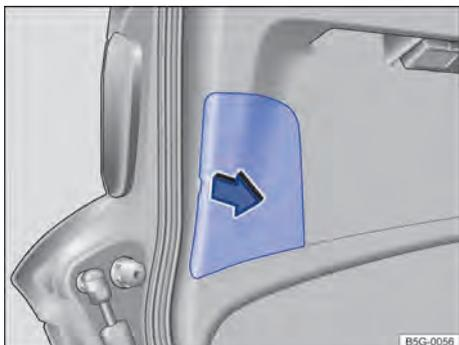

Fig. 223 Na tampa do compartimento de bagagem: remover a cobertura.
3.	Levantar com cuidado a cobertura, se necessário, com a lâmina plana da chave de fenda das ferramentas de bordo ⇒ Fig. 223.